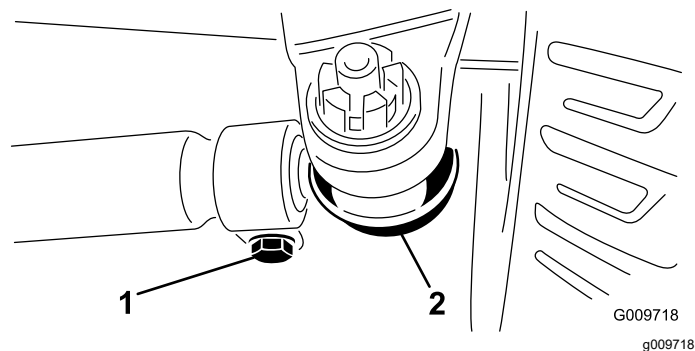

Рисунок 111
3. Для регулировки схождения снимите шплинт и гайку с любой шаровой опоры поперечной тяги (Рисунок 111).
5. Ослабьте зажимы на обоих концах поперечных тяг (Рисунок 111).